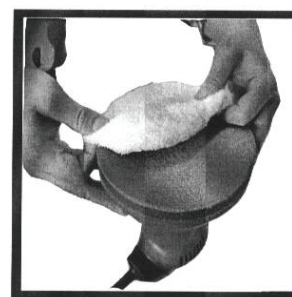

Fig. 1
- 2.1 Installez une coiffe d'application propre sur le tampon (figure 1)
- 3.1 Installez une coiffe à polir sur le tampon (Figure 1).